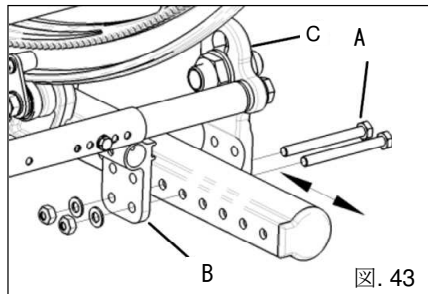

図. 43
- 13mmレンチを2本使用し、車椅子のアクスルプレートネジ(図43:A)を左右ともに取り外します。転倒防止レシーバーの向きに注意してください(図43:B)。
- アクスルプレート(図43:C)を希望の位置まで左右同時に前後にスライドさせます。
警告:背もたれの角度を大きくすると、車椅子の重心が変わります。車椅子の安定性を維持するために、車軸の位置が適切に調整されていることを確認してください。 ページ上部のアクスルプレートの位置と図43の参照。